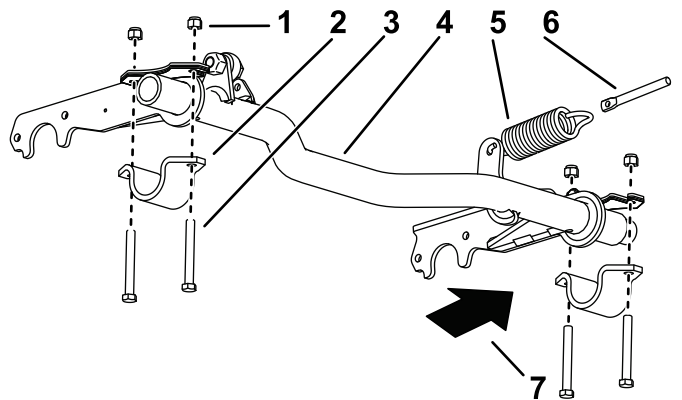

图 5
1. 将拉伸弹簧连接到枢轴管上的弹簧杆和弹簧杆图5。
2. 松松地将枢轴管支架安装到右侧图5。
3. 将枢轴管的右侧滑到右侧枢轴管支架中图5。
5. 将枢轴管的左侧升至机架并使用枢轴管支架、2个螺栓3/8 x 3英寸和2个锁紧螺母3/8英寸进行安装图5。